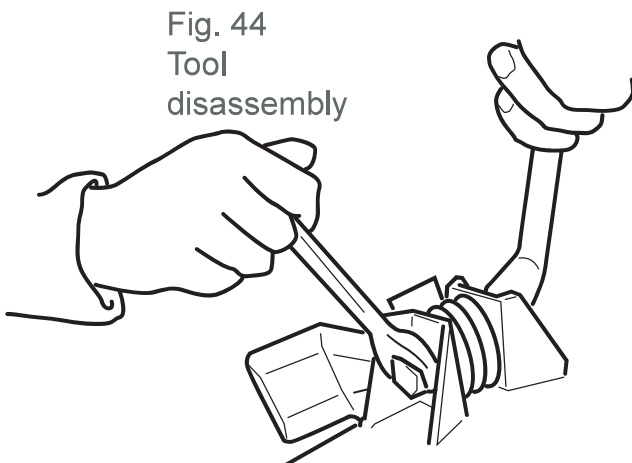

Fig. 44
4. 図44と45に示すように、ナイフまたはハンマーを交換し、ネジをナットにしっかりと締め付けるように注意深く固定します。